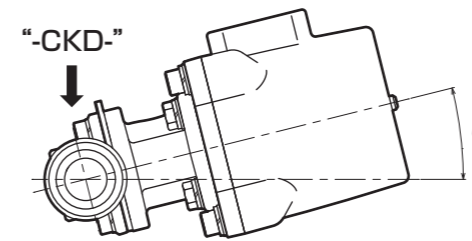

図1.バルブ傾斜角度
- 水平配管の場合は、バルブを傾斜させて配管することにより、バルブ内の液溜まりを最小限にすることができます。ボディ配管部に刻印してある“-CKD-”マークが真上にくるよう配管してください。(表1、図1参照)